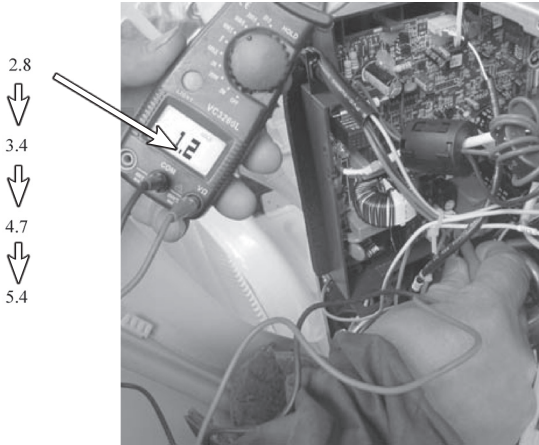

图 5-61 10s 内电流上升
3) 3min 过后, 主板又控制压缩机起动, 测量压缩机 N 线电流经 1.2A、2.8A、3.4A、4.7A、5.4A 增大后压缩机停止工作, 如图 5-61 所示, 此过程只有 10s。